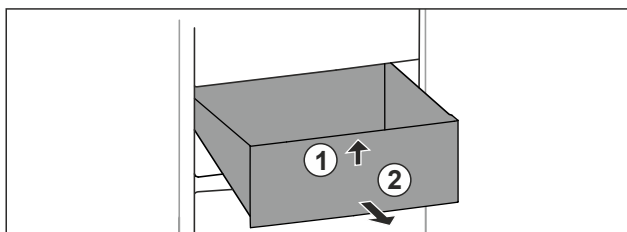

Fig. 115
- Nadvzděňte zásuvku vpředu. Fig. 115 (1)
- Vyjměte zásuvku dopředu. Fig. 115 (2)